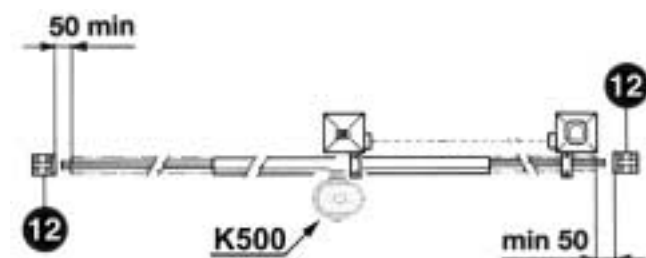

Abb. 2
- Ausser der elektrischen und mechanischen Endscharter, die mit der Steuerung verbunden werden ist es ratsam einen festen Endanschlagpunkt am Boden zu befestigen. Der im gegebenen Fall einer Fehlfunktion der elektronik den Antrieb mit seinen kinetischen und statischer Groesse zum halten bringt (12) (Bild 2).
Es ist notwendig, am Ende der Föhrung zwei mechanische Stoppvorrichtungen zu befestigen (12) (Abb. 2).